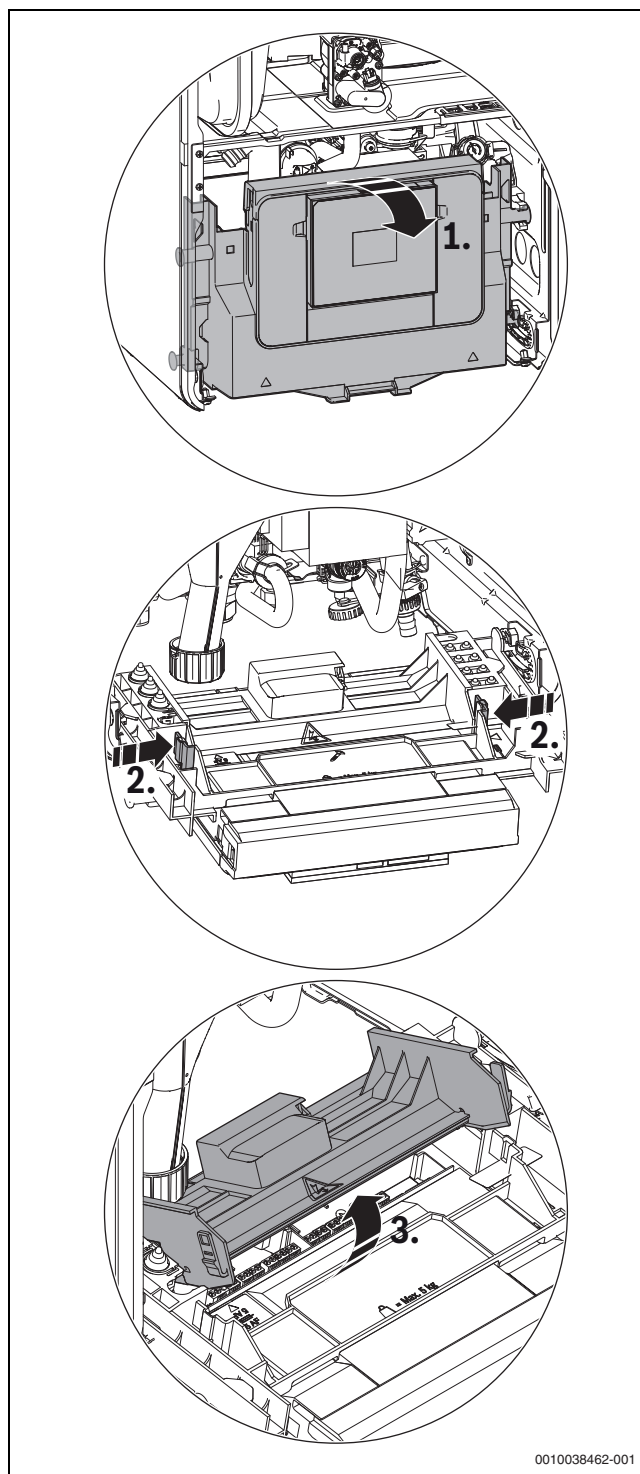

Bild 45 Abdeckung aufklappen
- ▶ Steuergerät nach unten klappen (→ Bild 45).